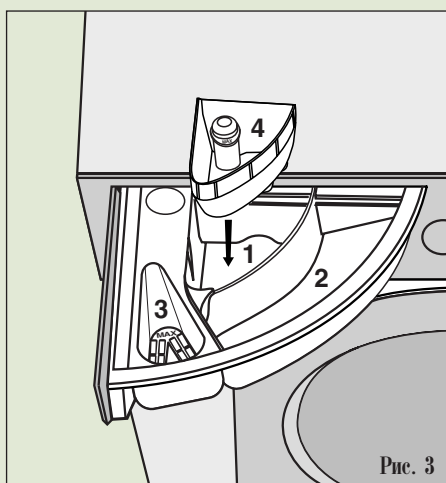

Рис. 3
**Н — распределитель моющих средств** (рис. 3) имеет три отделения: